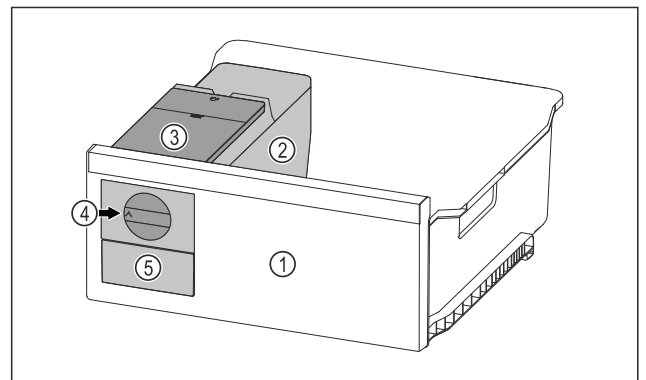

Fig. 120 Примерное изображение
- ▶ Поверните поворотную кнопку Fig. 120 (4) по часовой стрелке до упора.
- ▶ Кубики льда упадут из ванночки для кубиков льда в выдвижной ящик для кубиков льда Fig. 120 (5). Если не все кубики льда извлекаются из ванночки для кубиков льда: